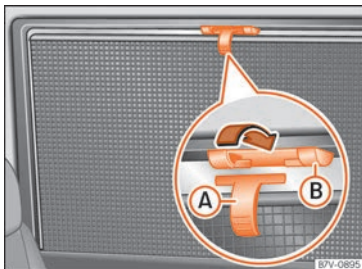

**Fig. 127** En la ventanilla trasera derecha: cortinilla.
- Tire de la cortinilla por el asa saliente » **fig. 127 A** completamente hacia arriba.